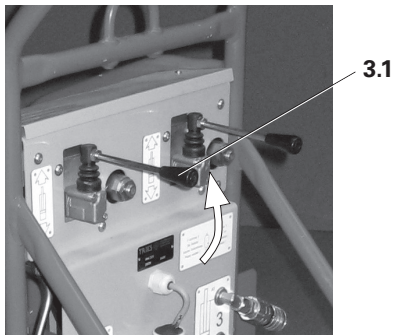

Fig. C3.04
1. Premere la leva di comando (**3.1**) verso l'alto. (Fig. C3.04)